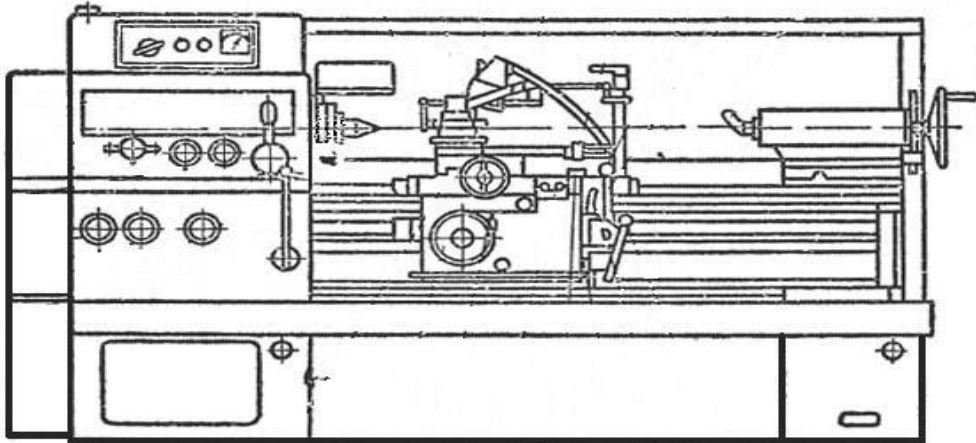

Рис. 2.1
**Задача 1.** По общему виду станка (рис. 2.1) определить тип станка, дать его название, указать основные узлы станка и пояснить их назначение.